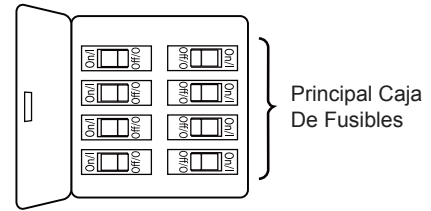

Figura 1
Uso de perfil bajo (Figura 1)
1. Extraiga la pieza de la bola colgante de la unidad de la bola colgante / varilla aflojando el tornillo de presión de la bola colgante hasta que la bola se libere de la varilla. Retire el pasador del barral y luego extraiga la semiesfera. Conserve el pasador y la semiesfera para su reinstalación en el paso 6. (Figura 1)
Para evitar una posible descarga eléctrica, asegúrese de cortar la alimentación eléctrica de la caja de fusibles principal antes de colgar el ventilador. (Figura 1)
Para evitar una posible descarga eléctrica, asegúrese de cortar la alimentación eléctrica de la caja de fusibles principal antes de alambrado el ventilador. (Figura 1)
1. Instale la cubierta rotando la ranura clave en la cubierta sobre el tornillo de hombro del soporte del gancho, teniendo cuidado de no pillar los cables. Instale adecuadamente y fije el segundo tornillo de hombro que fue anteriormente guardado y fije el tornillo de hombro. (Figura 1)
1. Asegure las tres palas usando los tornillos de 1/4"-20 en la placa de las palas a través de los orificios ubicados en la parte inferior del motor. (Figura 1)
1. Coloque la tapa de acero en la parte inferior de la placa de las palas. (Figura 1)
1. Extraiga la carcasa del tornillo de iluminación en la unidad de luz LED girándola en el sentido contrario a las agujas del reloj. (Figura 1)